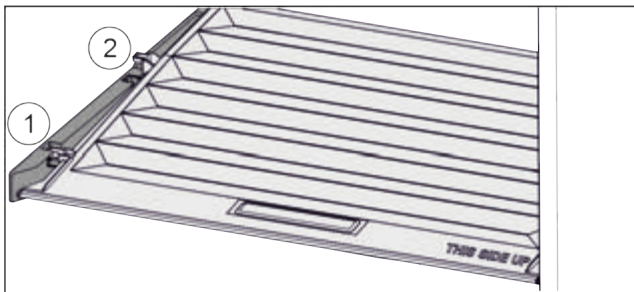

Fig. 91
- ▶ Кришку до отвору в деталях для підтримки потягнути вперед Fig. 91 (1).
- ▶ Підняти ззаду знизу та вийняти Fig. 91 (2) вгору.